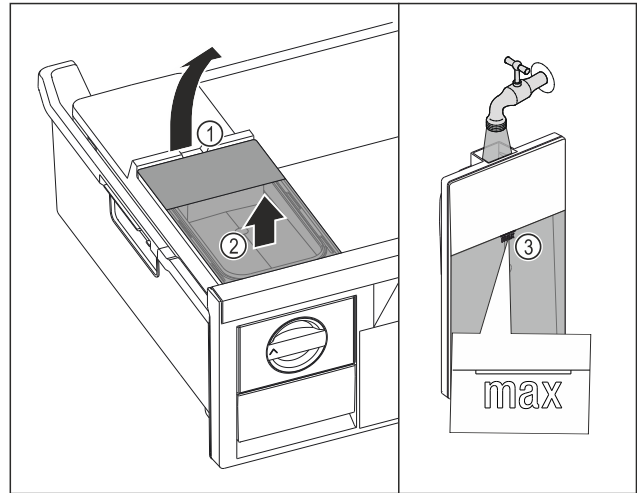

Fig. 53
- Wassertank an der Aussparung Fig. 53 (1) anheben.
- Wassertank nach oben entnehmen. Fig. 53 (2)
- Wassertank bis zur Markierung Fig. 53 (3) mit Trinkwasser befüllen.